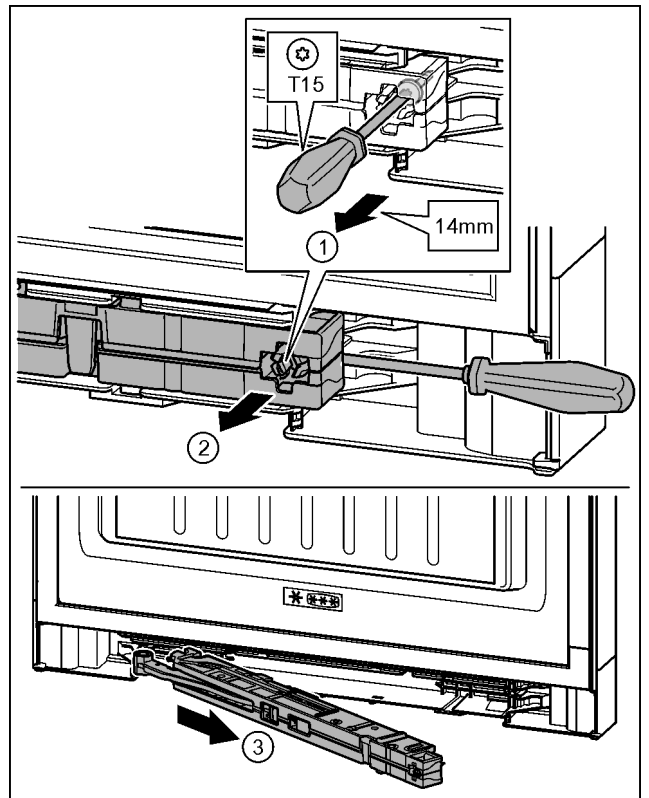

Fig. 17
- Schraube an Schließdämpfereinheit mit Schraubendreher T15 ca. 14 mm lösen. Fig. 17 (1)
- Mit Schraubendreher griffseitig hinter Schließdämpfereinheit fahren. Einheit nach vorn drehen. Fig. 17 (2)
- Einheit herausziehen. Fig. 17 (3)